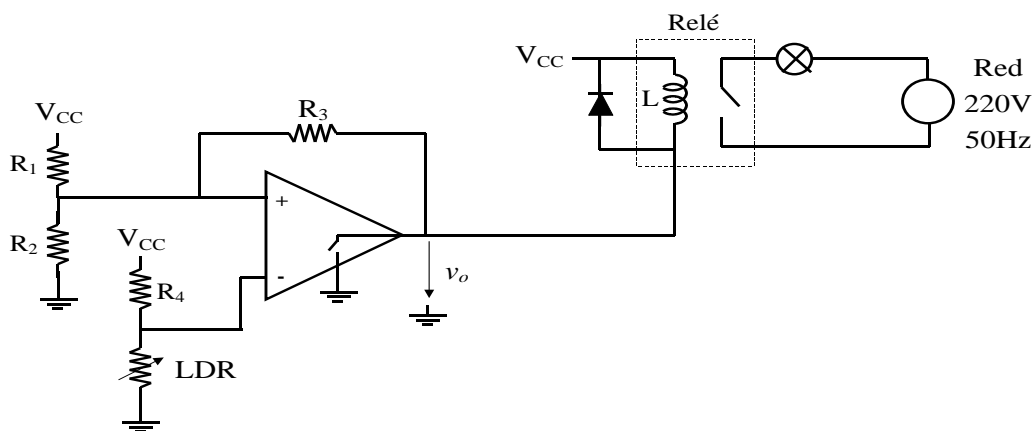

Figura 6.12. Control por histéresis de un sistema de iluminación nocturna
El circuito correspondiente se muestra en la figura 6.12.
- Monta el circuito de la figura 6.12 con el potenciómetro que forma la resistencia  $R_3$  ajustado aproximadamente a la mitad de su valor y sin conectar el conjunto  $[R_4 + \text{sensor LDR}]$ . Conectando la patilla inversora del LM311 sucesivamente a tierra y a la tensión de alimentación del circuito se asegura que la salida del LM311 pase de cerrado a abierto. Realiza ese ensayo para determinar los dos posibles valores que puede tomar la patilla no inversora del LM311 (denominaremos a dichos valores como “límite superior e inferior de comparación”)